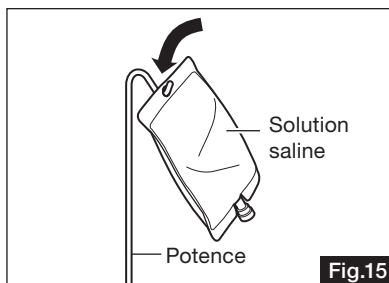

Fig.15
- 2) Suspendez une solution saline à la potence, ôtez le cache de l'aiguille du tube d'irrigation et insérez l'aiguille dans la sortie de bouteille (Fig. 15).